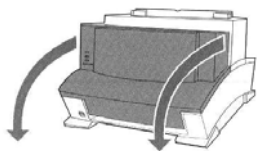

图 2-30 打开打印机盖
① 用双手向着自己的方向拉打印机盖，将其打开，如图 2-30 所示。